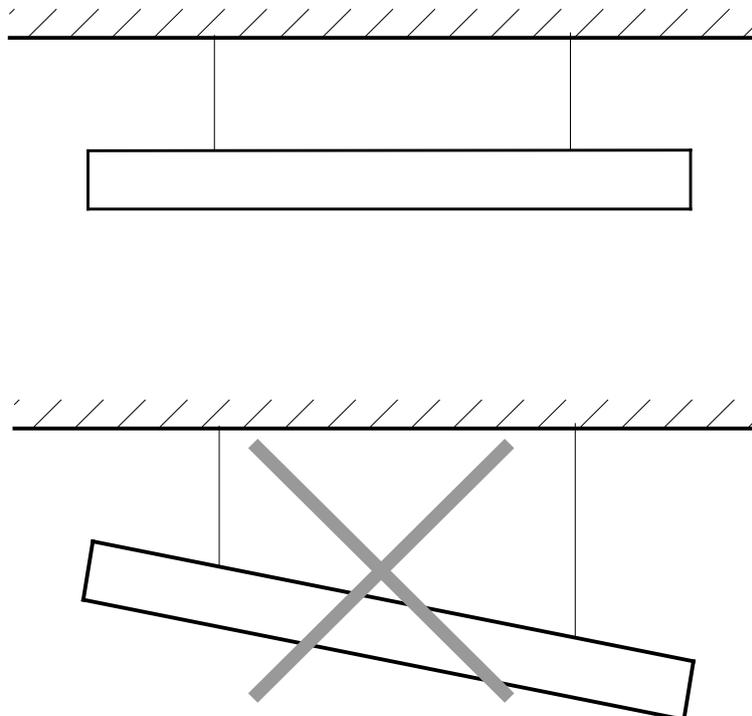

Fig. 2
Apparaterna är avsedda för fast montage och skall monteras horisontellt! (fig. 2). Beträffande säkerhetsavstånd se fig. 3.
The units are intended for permanent installation and should be fitted horizontally (fig. 2). See fig. 3 for safety distances. The standard brackets (2) for fitting against the ceiling, on wires, on luminaries rails or on drop-rods are supplied with the unit inside the connection box.
Apparatene er tiltenkt for fast montering og skal monteres horisontalt (fig. 2). For sikkerhetsavstander, se fig. 3. Standardfester (2 stk) for montering mot tak, på line, på armaturskinner eller i pendel følger med apparatet. Standardfester ligger i koblingsrommet ved leverans.
Les appareils sont prévus pour montage fixe et doivent être montés horizontalement! (Fig. 2).